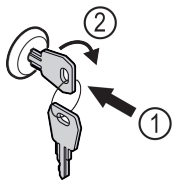

Fig. 95
- ▶ Trykk inn nøkkelen Fig. 95 (1).
- ▶ Vri nøkkelen 90° med klokka Fig. 95 (2).